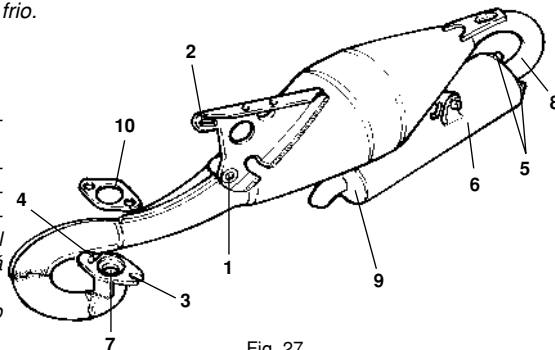

Fig. 27
- desenroscar los tornillos correspondientes a los agujeros (1/2/3/4 - Fig. 27);
- desenroscar la tuerca (5) y sacar el silenciador (6);
- comprobar el interior de colector de salida (7), de colector (8) y del agujero recto del silenciador (6) sacando la parte interna (9).
- Enlever les vis correspondants au trou 1-2-3-4 (Fig. 27)
- Dévisser les écrous et démonter le silencieux (6)
- Contrôler l'intérieur du collecteur (7), du collecteur (8) et les trous de la grille de silencieux en déserrant la partie interne.